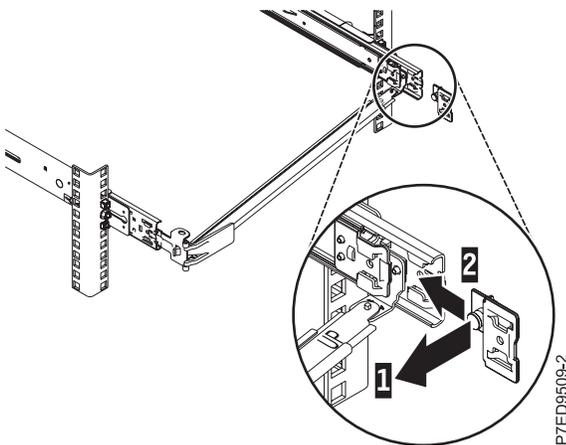

Abbildung 15. Halterungstift herausziehen und Halterung in Schiene installieren
4. Ziehen Sie den Stift der Halterung (1) heraus und schieben Sie die Halterung (2) in die rechte Schiene. Drücken Sie die Halterung in die Schiene, bis der gefederte Stift einrastet (siehe Abb. 15).